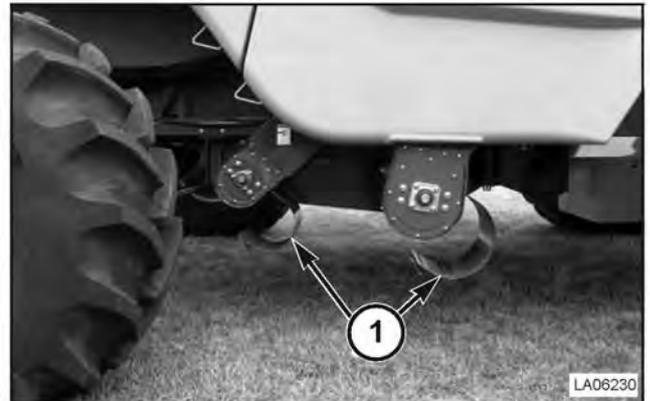

FIG. 216
FIG. 216: La estructura del elevador de retorno de granos y la carcasa del elevador de grano limpio están dotadas con compuertas para limpieza inferiores (1) que pueden utilizarse para limpiar los residuos de la cosecha y realizar el mantenimiento de las cadenas del elevador.